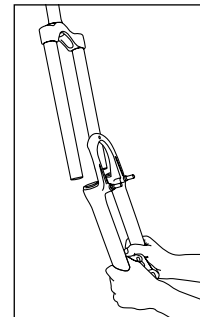

Fig. 7
7. Deslice el conjunto de tubo inferior monopieza hasta extraerlo (ver Fig. 7); seguirá goteando aceite de los tubos superiores. Re tire los guardapolvos de la horquilla.